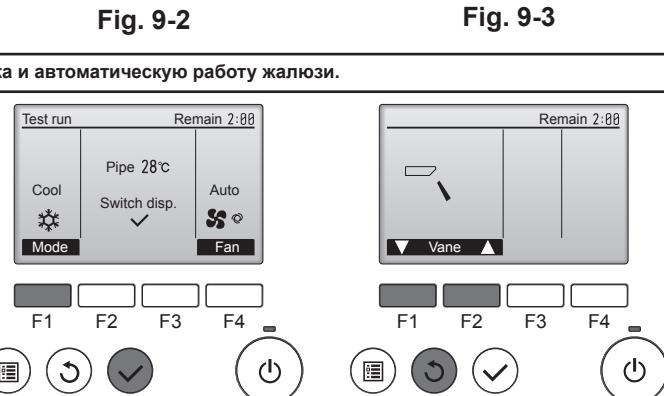

Fig. 9-4
- Для изменения режима работы нажмите кнопку [F1]. (Fig. 9-4)